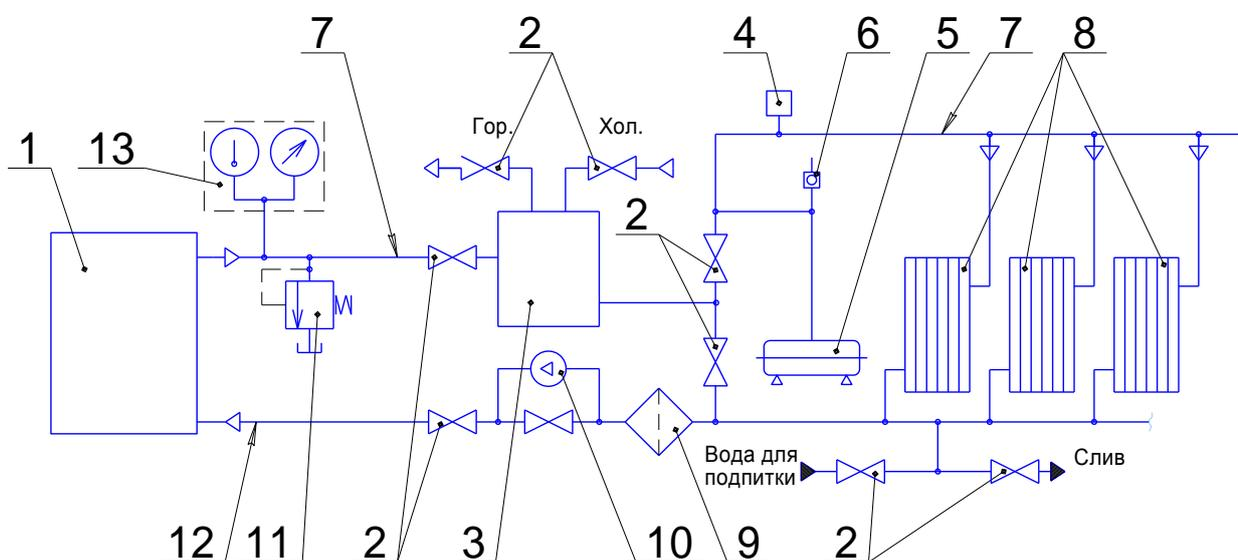

Рис. 2 Примерная схема подключения котла к отопительной системе и ГВС с водоподогревателем
- возможна установка в систему отопления водоподогревателя, см. рис. 2.
5.4 При установке на котлах насосов с рабочим давлением 0,4 МПа (4 кгс/см²) в системе отопления на обратном трубопроводе возле котла устанавливается предохранительный клапан (п.11, см. Рис. 2.) Применение насосов с рабочим давлением свыше 0,4 МПа недопустимо.
6.1 Монтаж котла должен проводиться специализированной организацией в соответствии с настоящим руководством по эксплуатации с соблюдением общих правил техники безопасности приведённых в разделе 4 "ТРЕБОВАНИЯ БЕЗОПАСНОСТИ" и Рис. 2.
6.8 Для подпитки системы отопления к трубопроводу обратной воды подвести трубопровод от водопровода с установкой крана запорного (поз. 2, Рис. 2) и клапана предохранительного (11). Вода для подпитки должна удовлетворять требованиям СНиП–II–35–76 п. 10.